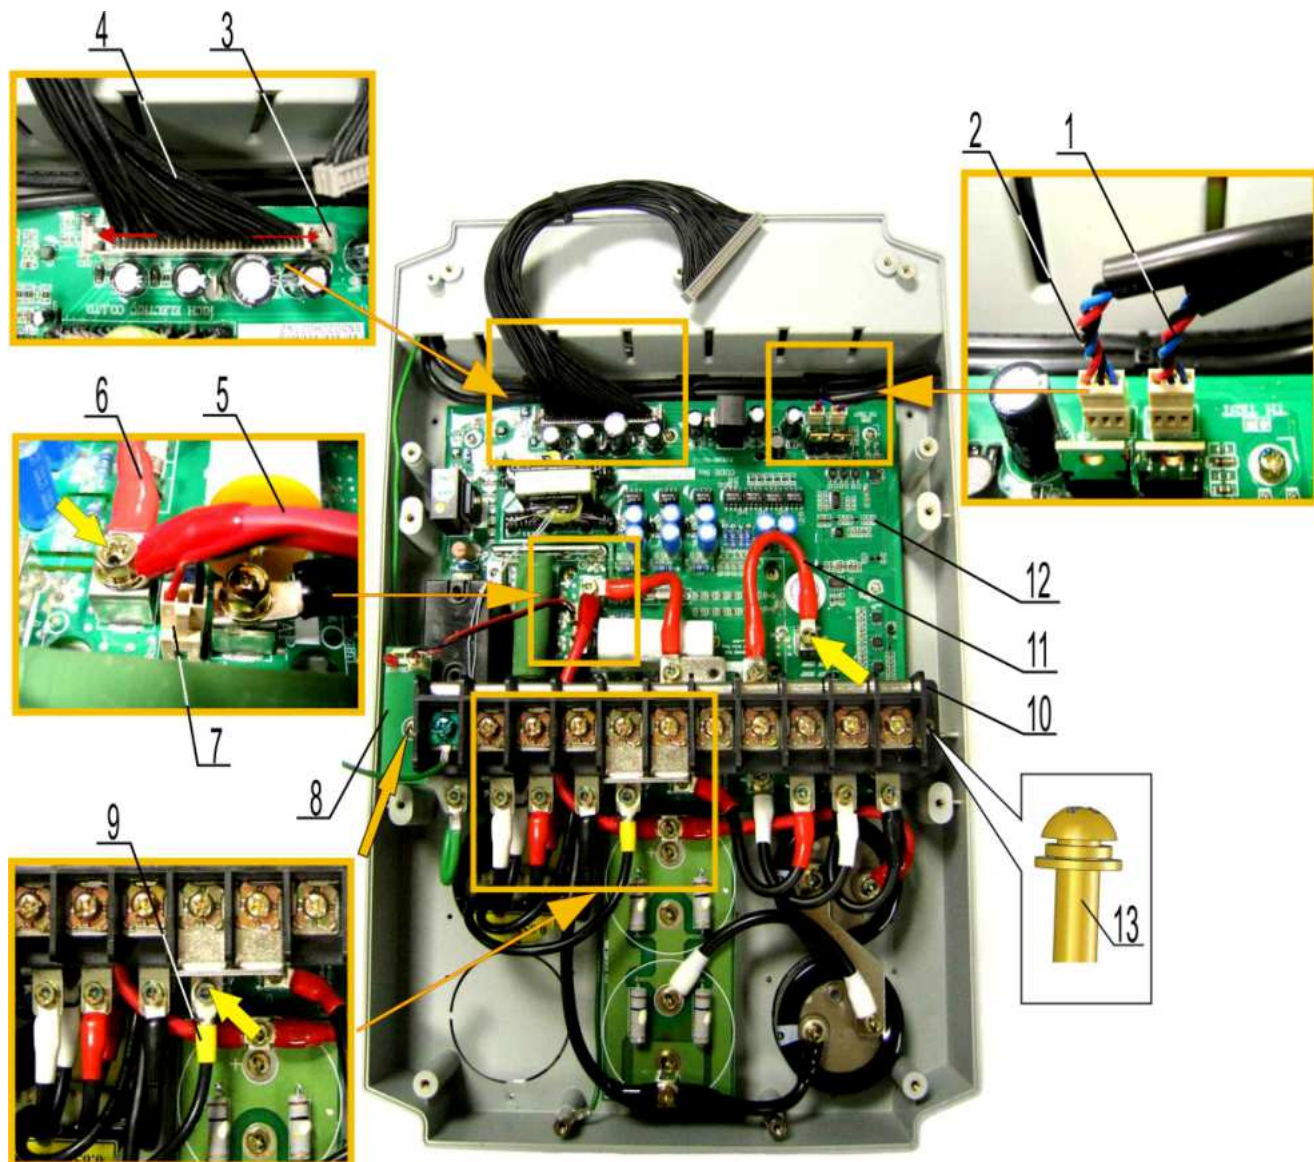

Рис. 7.14
7.5.16. Взять плату светодиода. Установить плату 8 на клеммник 10, совместив отверстие в плате с отверстием клеммника. Закрепить клеммник и плату светодиода двумя винтами 13 (рис. 7.14).
7.5.17. Соединить кольцевой наконечник провода 9 со свободной монтажной клеммой на клеммнике 10 (рис. 7.14). Закрепить наконечник винтом с невыпадающей шайбой.
7.5.18. Соединить кольцевые наконечники проводов 5 и 6 с клеммой на плате 12 (рис. 7.14). Закрепить наконечники винтом с невыпадающей шайбой.
7.5.19. Вставить трёхконтактную розетку 7 кабеля платы светодиода в разъём на плате 12 (рис. 7.14).
7.5.20. Соединить кольцевой наконечник провода 11 с клеммой на плате (рис. 7.14). Закрепить наконечник винтом с невыпадающей шайбой.
7.5.21. Вставить поочередно трёхконтактные розетки 1 и 2 кабелей вентиляторов в разъёмы на плате (рис. 7.14).
7.5.22. Отжать в стороны боковые фиксаторы 3 разъёма на плате 12 (рис. 7.14).
7.5.23. Вставить розетку жгута 4 в разъём на плате (рис. 7.14).